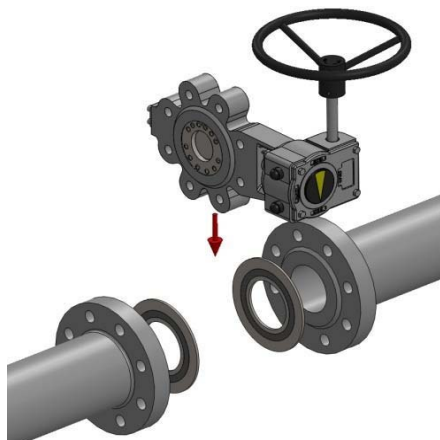

Fig. 2c
- A válvula pode ser instalada na tubulação com o eixo na posição horizontal, vertical ou intermédia. Sempre que possível recomenda-se que o eixo esteja posicionado na horizontal, pois isso ajuda a evitar qualquer sujeira ou processo de recolha de fluidos em torno da cavidade do rolamento. (ver fig. 2c)